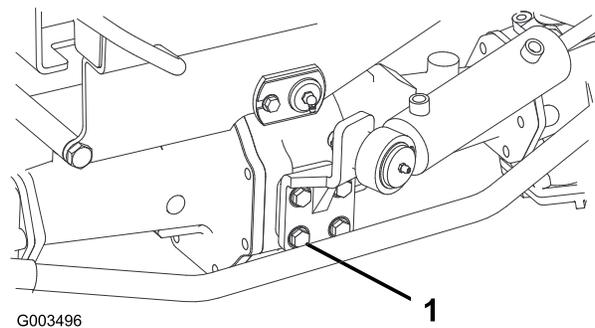

Figura 66
2. Apriete los 4 pernos del soporte del cilindro de dirección (**Figura 66**) a 65–81 N·m.